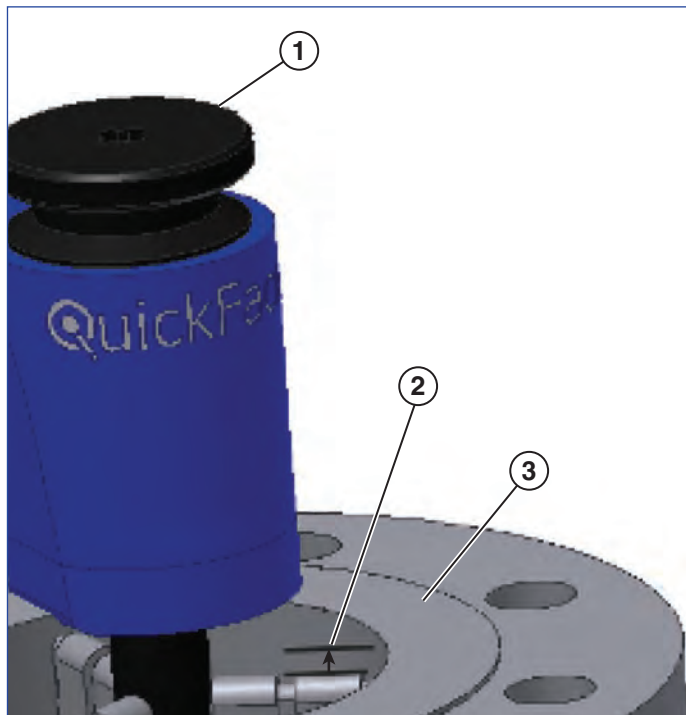

Figura 10
1. Instale o "QuickFace" na peça de trabalho com a parte superior do fixador ou do extensor do fixador, caso usado, a cerca de 1/8" abaixo da superfície do flange (**ver Figura 10**). Gire o botão de trava do mandril no sentido horário para apertar os fixadores. Desloque ligeiramente o "QuickFace" para frente e para trás enquanto aperta, para ter certeza que está firmemente assentado na peça de trabalho. Se o mandril do "QuickFace" não puder ser apertado com firmeza com as mãos, insira uma chave de catraca no final do botão de trava do mandril. **NÃO APERTE DEMAIS O BOTÃO DE TRAVA DO MANDRIL OU DANOS PODEM OCORRER!** O mandril estará suficientemente apertado quando o "QuickFace" não se mover ao ser suspenso do terminal da carcaça da caixa de velocidades.